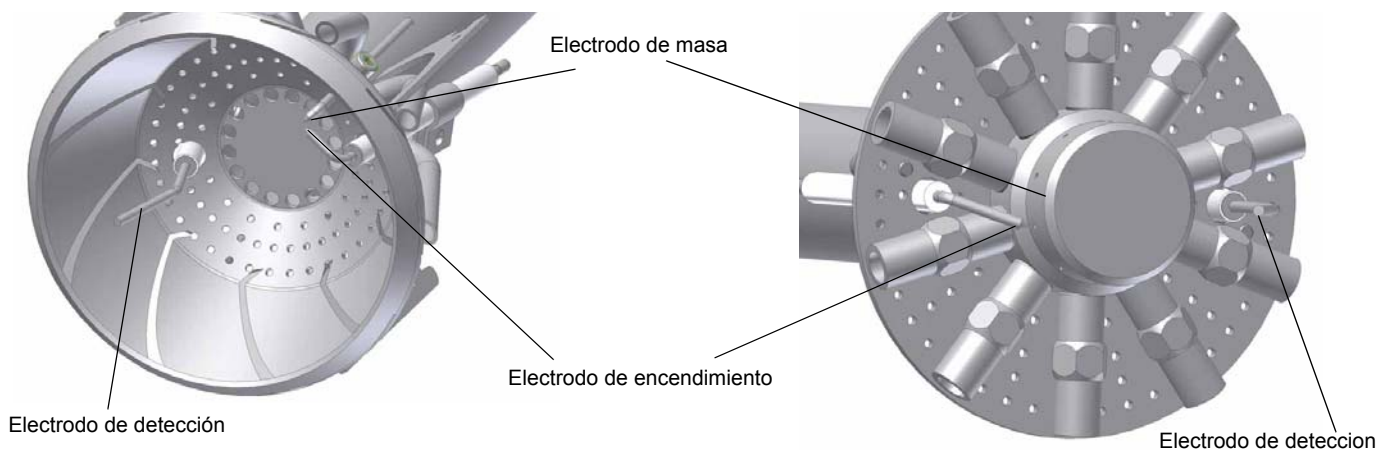

Fig. 52
- Limpie y controle los electrodos de encendido y detección (véase Fig. 52). Controle la señal de detección, siga el esquema de la Fig. 52.
Controlar que la distancia entre el electrodo de encendido y la tierra sea de **4+5 mm.** (ver Fig. 52).